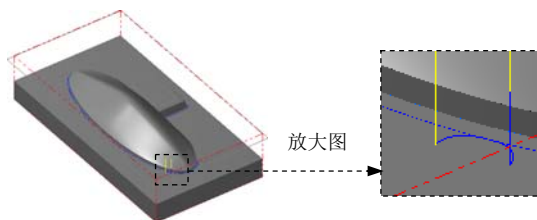

图 9.42 刀具路径
Step10. 单击“2D 刀具路径-外形铣削”对话框中的  按钮，完成参数设置，此时系统将自动生成图 9.42 所示的刀具路径。